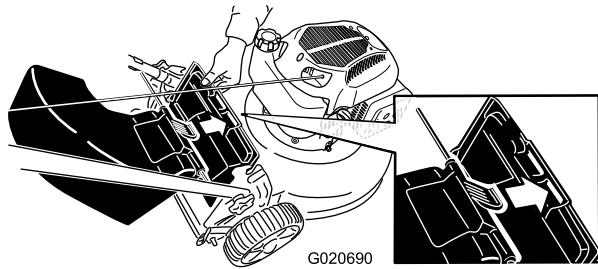

Figura 21
3. Introduzca la pestaña del deflector de descarga trasera en la ranura derecha del deflector trasero (Figura 21).